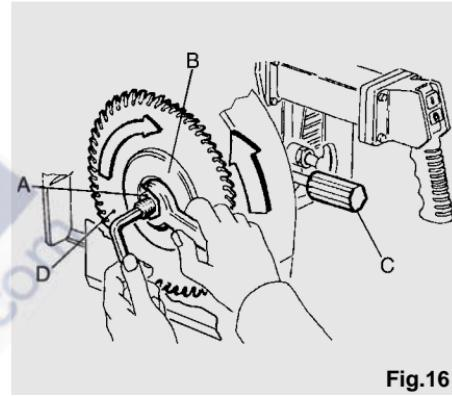

Fig.16
Zum Öffnen der Sägeblattabdeckung am Handgriff (C) die Blockierung lösen, das untere Abdeckungsteil vollständig nach unten abklappen und dort blockieren. Bei einer derart geöffneten und blockierten Sägeblattabdeckung haben Sie den notwendigen Freiraum zur Durchführung der Blockierungsflansch (B) des Sägeblattes. Zum Lösen der Mutter (A) mit Linksgewinde (Fig. 16) muß die Motorwelle durch einen Inbusschlüssel (Fig. 16) festgehalten und die Mutter mit einem Maulschlüssel gelöst werden (in Uhrzeigersinn drehen). Achten Sie bei dieser Arbeit darauf, daß Sie sich nicht am Sägeblatt verletzen. Benutzen Sie Schutzhandschuhe. Jetzt kann die äußere Flansch